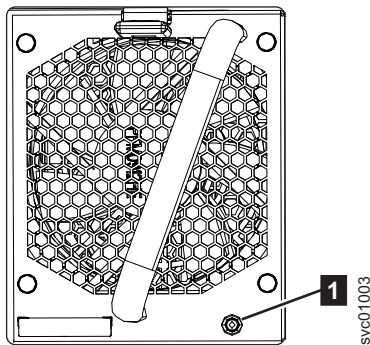

Рисунок 123. Индикатор модуля вентиляции
**Важное замечание:** Поскольку эта задача нарушает работу системы хранения, следует сначала попробовать заменить вентиляторы. Процедуры удаления и замены вентиляторов описаны в разделах “Удаление модуля вентиляции (2145-92F)” на стр. 129 и “Установка/замена модуля вентиляции (2145-92F)” на стр. 104. Убедитесь, что оба вентилятора правильно установлены. Следующую процедуру следует выполнять, только если желтый индикатор сбоя на каждом вентиляторе продолжит гореть ( **1** на рис. 123).